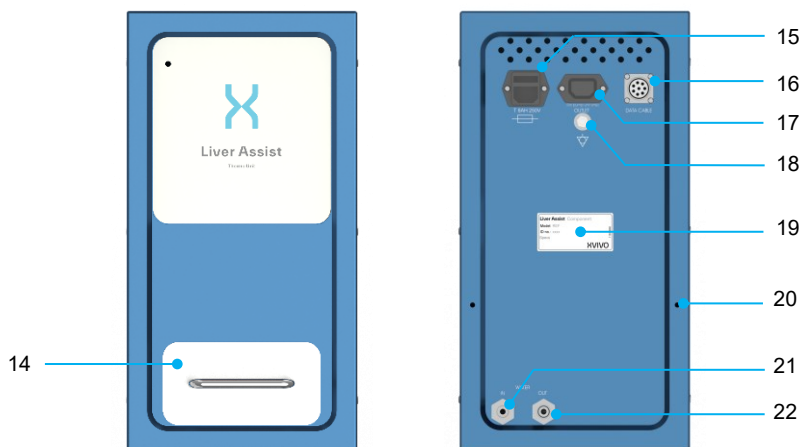

Figura 5 Vista frontal e traseira da unidade térmica
- Encha o reservatório de água da unidade térmica (Figura 5, item 14) com aproximadamente 3 litros de água desmineralizada.